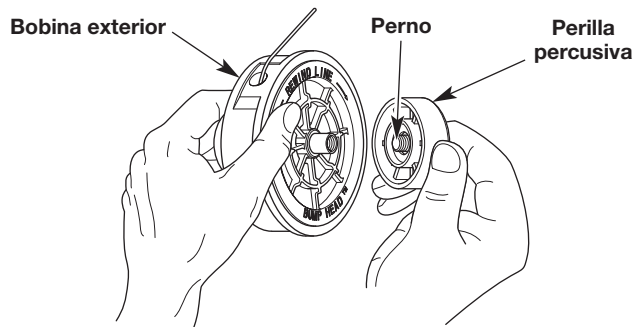

Fig. 12
1. Sostenga la bobina exterior con una mano y desenrosque la perilla percusiva en sentido contrario a las agujas del reloj (Fig. 12).